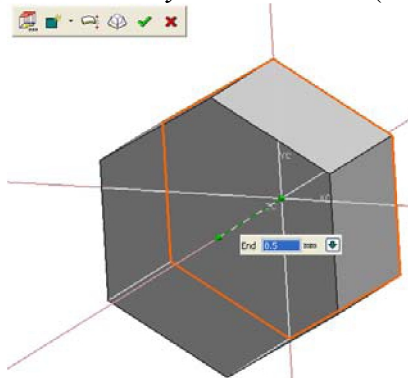

Рис. 133. Тело гайки
4. Протяните полученное сечение на расстояние 8.5 мм: выбрать **Insert** → **Design Feature** → **Extrude...**, задайте высоту гайки 8.5 мм (Рис.133), нажмите **OK**.